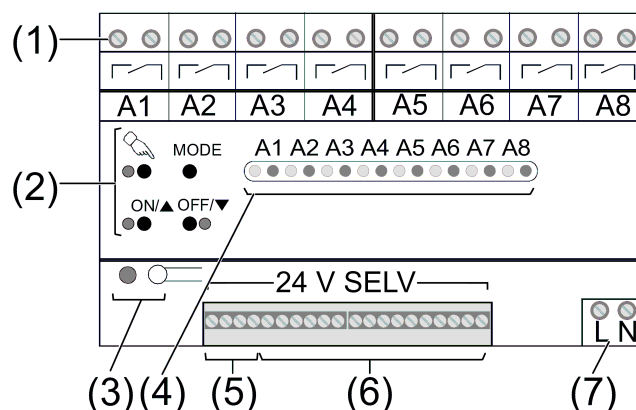

Bild 1: Geräteaufbau
- Gerät auf Hutschiene montieren. Lastklemmen (1) müssen oben liegen (siehe Bild 1).